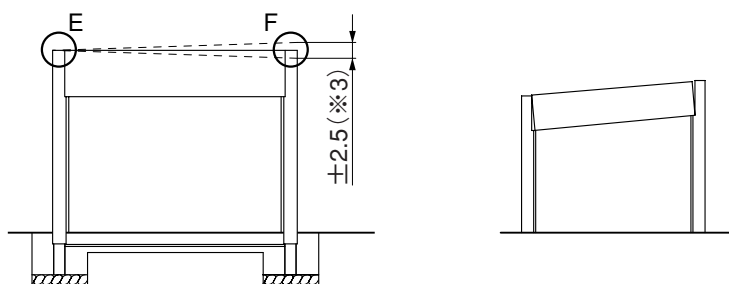

図5-6
- 許容範囲(※3)を超えた図5-6の場合、シャッターが取付けられなかったり、シャッター取付け後に異音やキズが発生して正常に作動しなくなる場合があります。